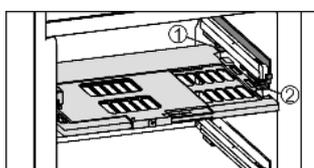

Fig. 9
- Introduire la plaque de régulation de l'humidité : insérer les travers du couvercle de la plaque par le bas dans le support arrière Fig. 9 (1) et encliqueter devant dans le support Fig. 9 (2).